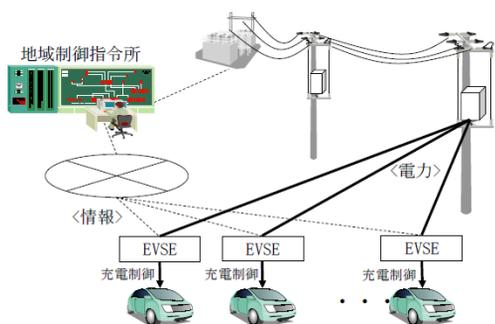

図1 充電制御の前提
- EVSEを介して各EVへの充放電量を制御する概要を図1に示します。